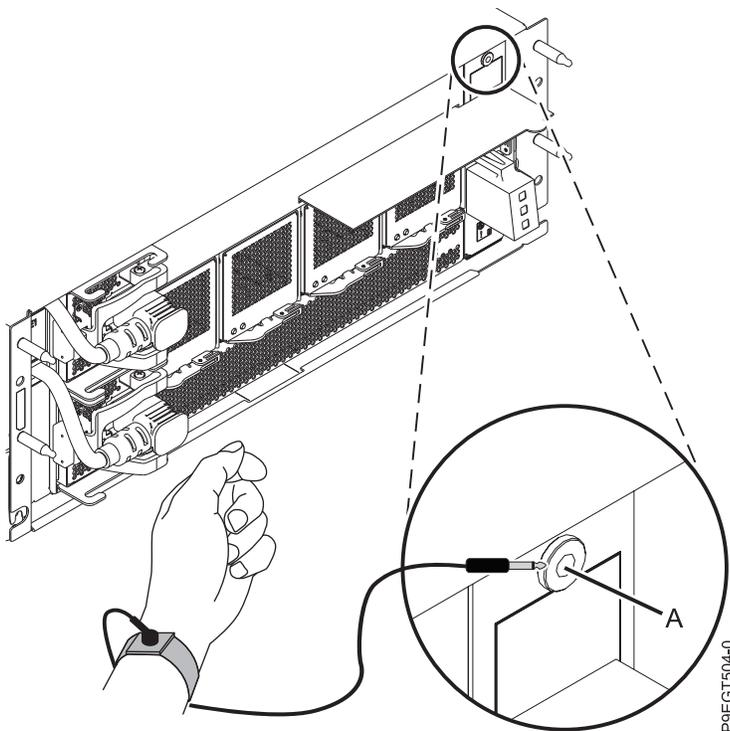

Abbildung 2. Antistatikarmband an die vordere ESD-Buchse anschließen
4. Legen Sie das Antistatikarmband zum Schutz vor elektrostatischer Entladung (Electrostatic Discharge, ESD) an. Ihr System verfügt über eine ESD-Buchse. Schließen Sie das Antistatikarmband an die ESD-Buchse an, die sich vorne am System befindet. Siehe Abb. 2.